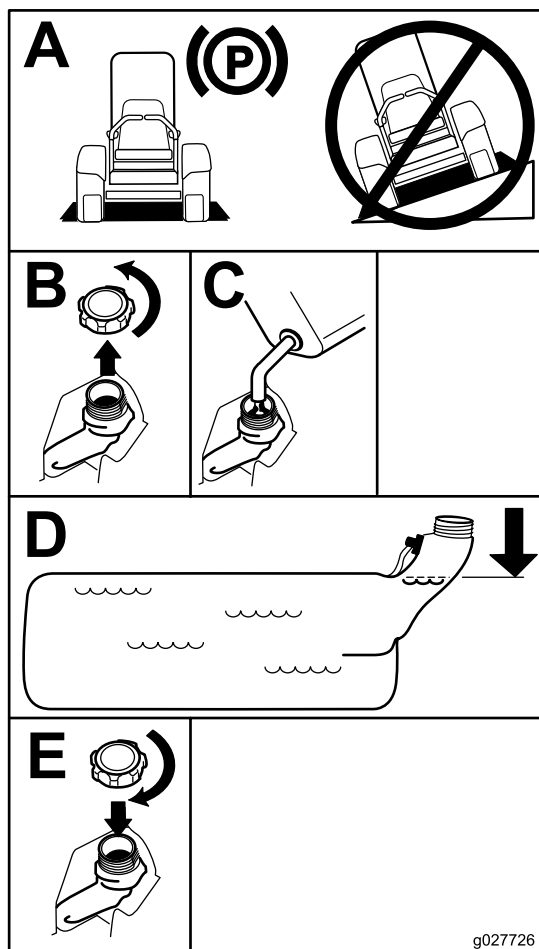

Figura 7
4. Riempite il serbatoio fino alla base del collo del bocchettone (Figura 7).